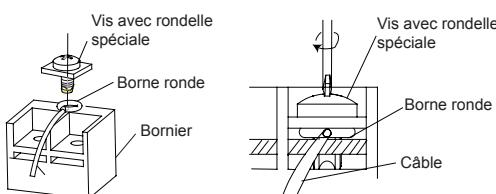

Fig. 30
- 4). Positionnez le câble de borne ronde, et replacez et serrez la vis de borne avec un tournevis. (Fig. 30)